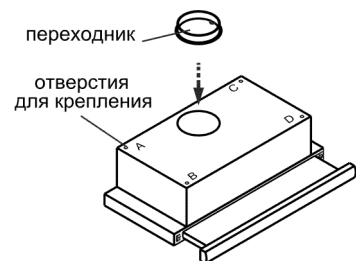
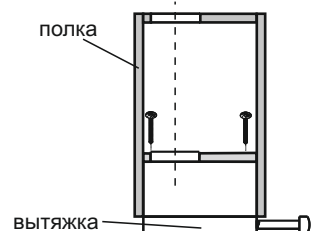

рис. 4
рис. 5
6.1 Установите пластиковый переходник и зафиксируйте его защелками (рис. 4).
6.3 Крепление кухонной вытяжки к верхней полке над плитой (рис. 4, рис. 5):
- вырежьте дополнительное отверстие в полке шкафа (рис. 5) для воздуховода при работе в режиме «вытяжки» для свободного прохождения воздуха при работе в режиме «рециркуляции».